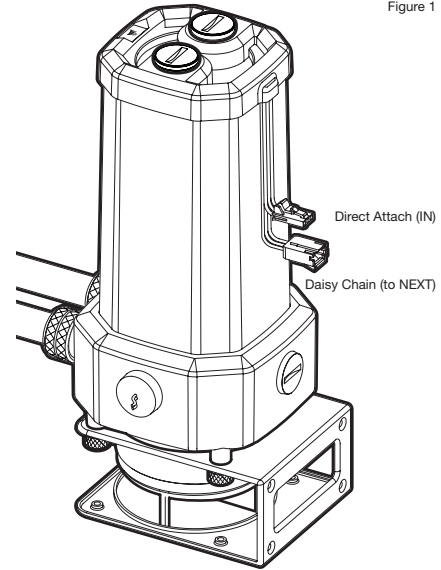

Figure 1
1. Identifiez le connecteur RGB approprié sur l'unité pompe-réservoir (Figure 1).
1. Finden Sie den richtigen RGB-Stecker am Reservoir-Pumpeinheit (Abbildung 1).